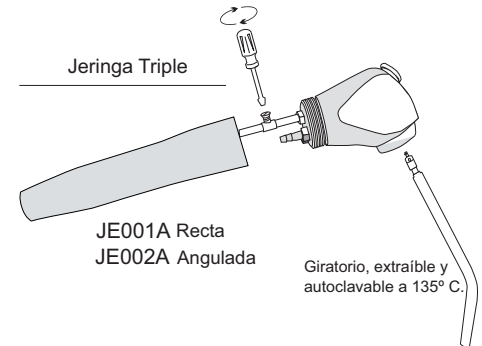

FIG. 15
La regulación del aire de la jeringa triple se realiza desenroscando su carcasa (ver fig. 15) retirarla hacia atrás, con un destornillador girando sobre el tornillo del regulador aumentará o disminuirá la cantidad de aire de salida.
- (5) Desenroscar la perilla TU043A de la llave reguladora de agua hasta retirar el conjunto de perilla y vástago TU042A, colocar un trozo de algodón en el agujero de la pieza TU041A y accionar por un instante el comando de pie. Si sale agua suficiente por aquí, la obstrucción está en la manguera que conduce el agua desde la llave reguladora hasta el instrumento o en el acople borden. Desconectar y limpiar el acople borden o renovar la manguera. Si no sale agua por el agujero en cuestión:
- (6) El problema está en la válvula hidroneumática y lo más probable es que esté “trabada” por incrustaciones de sarro. Desmontar y limpiar.
**Pérdida de aire en el soporte de un instrumento neumático en reposo mientras se está trabajando con otro:** Observar que el acople borden del instrumento en cuestión esté bien introducido en el soporte. Observar que el regufiltro entregue 60 lbs. x pulg.2 al sistema; que la lengüeta de la parte extraíble esté en buen estado y que el O-ring AC005S (fig. 15) esté en buen estado.